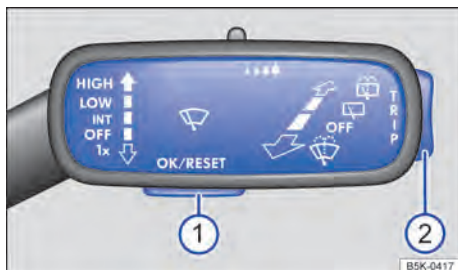

Fig. 19 Veículos sem volante multifunções: botão  na alavanca dos limpadores dos vidros para confirmação dos itens de menu e chave  para alternar entre os menus.
- Se uma mensagem ou o pictograma do veículo forem exibidos, pressionar o botão → **Fig. 19** , caso necessário, pressionar várias vezes.
- Para a exibição dos menus → Página 31 ou para retornar para a seleção de menu a partir de um menu ou de uma tela de informação, basta manter o seletor → Fig. 19 ② pressionado.
- Para acessar o menu ou a tela de informação exibida, pressionar o botão → Fig. 19 ① e esperar até que o menu ou a tela de informação abra automaticamente após alguns segundos.
- No menu exibido, pressionar o seletor → Fig. 19 ② para cima ou para baixo até que o item de menu desejado esteja selecionado.
- Pressionar o botão → Fig. 19 ① para assumir a alteração desejada. Um “sinal de visto” identifica a ativação da função ou do sistema.